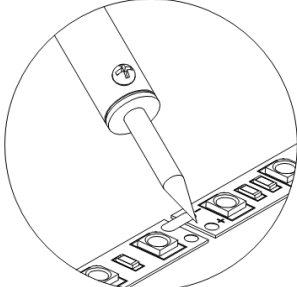

Рисунок 2.
- 5.4. Если необходимо соединить два отрезка ленты, следует совместить их и припаять перемычками соответствующие контактные площадки (необходимо соблюдать полярность «+» и «-») (см. Рисунок 2). При этом запрещается перегреть саму ленту и светодиоды (пайка паяльником при температуре не более 260°C, время пайки не должно превышать 10 секунд).